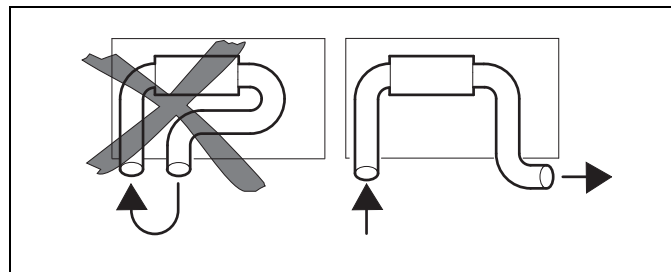

Рис. 6: Вход холодного воздуха и выход нагретого воздуха
- перетекание потока от выхода нагретого воздуха ко входу холодного воздуха (Рис. 6).